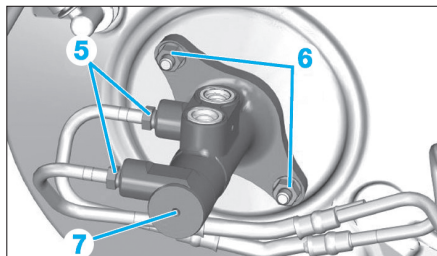

Fig. 13
- Désaccoupler les deux canalisations d'alimentation de liquide de frein (5) (Fig.13).
- les deux écrous (6),
- le maître-cylindre (7).